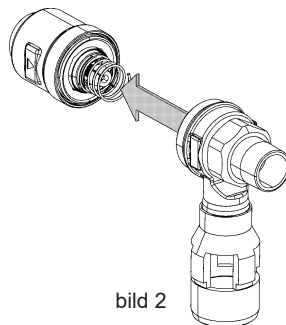

bild 2
- Ta bort den främre delen på huset inklusive insatsen (bild 2).